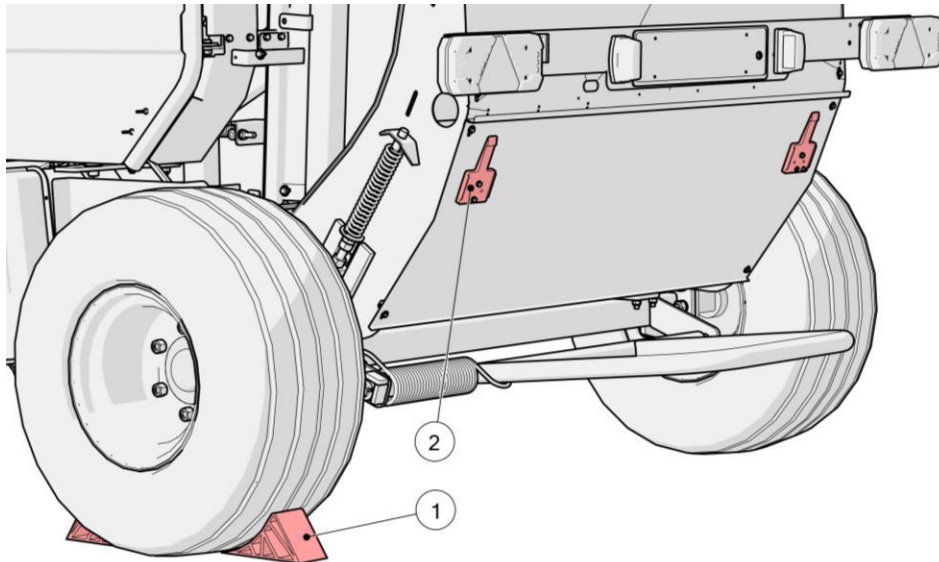

Рисунок 21 Защита ходового колеса упорами
При отсоединении машины от трактора закрепите ходовые колеса с помощью противооткатных упоров (1), которые находятся в кронштейнах (2) с левой и правой стороны машины (Рисунок 21).